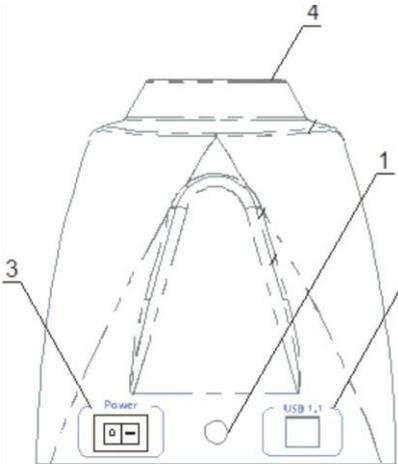

Fig. 1 Panneau arrière
- Connectez le bloc d'alimentation externe à la prise de courant (fig. 1/1) située sur le panneau arrière de l'appareil.
- Insérez le tube Falcon dans l'emplacement (fig. 1/4);
- 5.1. Connectez le bloc d'alimentation externe au circuit électrique (fig.1/1).
- 5.2. Mettez l'appareil sous tension en appuyant sur l'interrupteur d'alimentation situé sur le panneau arrière (fig.1/3).
- 5.3. Insérez le tube Falcon dans l'emplacement (fig.1/4).
- 5.9. Une fois l'opération terminée, mettez l'appareil hors tension en appuyant sur l'interrupteur (OFF) (fig. 1/3).
- 5.10. Déconnectez le bloc d'alimentation externe du circuit électrique (fig. 1/1).